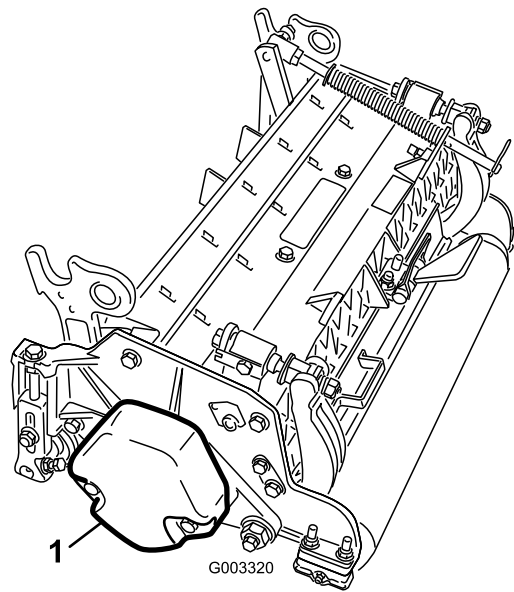

Bild 4
4. Stellen Sie sicher, dass der Gegenballast (**Bild 4**) am richtigen Ende jeder Schneideinheit montiert ist, siehe die *Bedienungsanleitung* der Schneideinheiten.